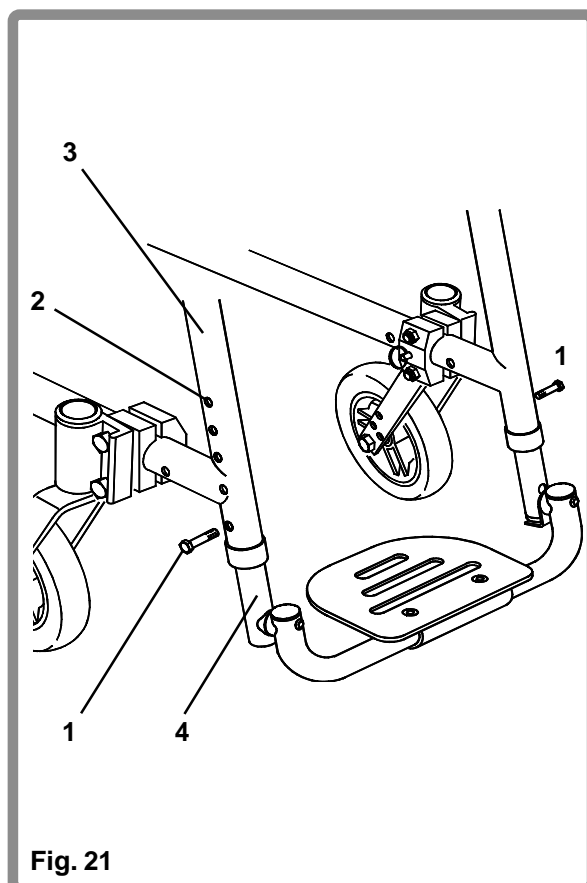

Fig. 21
Voor het afstellen van de hoogte van de opklapbare voetenplank, verwijdert u de schroef (1), zoals getoond, met een 10mm ring sleutel. Verplaats de voetenplank naar de gewenste positie, verzeker u ervan dat het gat (2) in de buitenste buis (3) in één lijn is met het gat in de binnenste buis (4). Plaats de schroef terug en draai deze vast op een aanhaalmoment van 4-7Nm (Fig. 21).